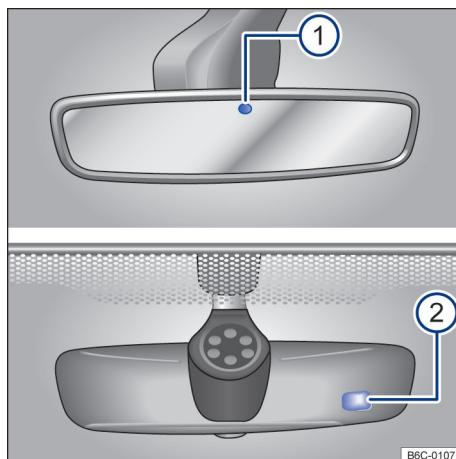

Fig. 77 No para-brisa: espelho retrovisor interno com antiofuscante automático.
Com a ignição ligada, os sensores medem a incidência da luz por trás → **Fig. 77 ①** e pela frente **②**.